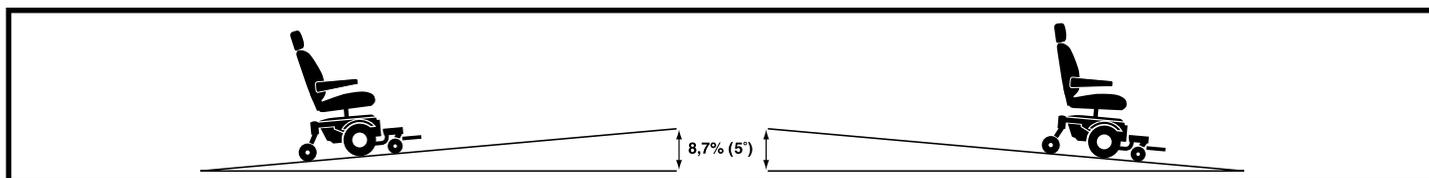

Figura 1. Pendenza massima in sicurezza (salita e discesa)
**AVVERTENZA! Anche se la Carrozzina è in grado di salire pendenze più ripide di quelle illustrate nella figura 1, non superare mai le direttive sulle pendenze, o altre specifiche tecniche presentate in questo manuale. Ciò potrebbe causare l'instabilità della Carrozzina e comportare lesioni alle persone e/o danni alla Carrozzina.**
La maggior parte delle rampe di accesso pubblico per disabili devono avere un'inclinazione massima pari a 8,7% (5°). Pertanto, la Pride consiglia che l'inclinazione massima della pendenza che si desidera salire o scendere sulla Carrozzina non superi il 8,7% (5°). Vedere figura 1.